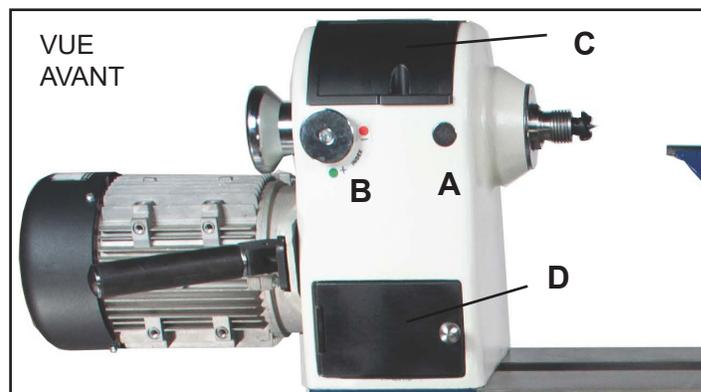

FIG. 13
NOTE : Le plateau (S) peut être livré préinstallé sur la broche de la poupée fixe. Si du tournage sur face ou de bol est fait, alors l'utilisation du plateau est requise. Pour retirer le plateau, desserrez les deux vis du moyeu arrière du plateau avec la clé hexagonale de 3mm. Dévissez-le ensuite de la broche (rotation antihoraire) à l'aide des deux clés de 38/46mm (N) ou avec une clé tout en pressant le bouton de blocage de la broche (voir page 13, Fig. 13, A).
A. LE BOUTON DE BLOCAGE DE LA BROCHE (FIG. 13, A) bloque la broche de la poupée mobile pour installer ou retirer des plateaux ou des mandrins. Pour utiliser, simplement appuyer sur le bouton qui insérera sa tige arrière dans l'un des 4 trous du disque de blocage de la broche (Fig. 16, E). Relâcher le bouton pour débloquer la broche et reprendre le travail.
B. CONTRÔLES D'INDEXATION DE LA BROCHE: (FIG. 13, B) La tige d'indexation sert à placer et maintenir la broche pour tailler avec précision des motifs espacés sur des pièces telles que des cannelures droites, des rainures, du perçage, de la sculpture, de la gravure, le traçage de designs et plus.
C. PORTES DE LA POUPÉE FIXE : (FIG. 13, C & D) Levez la porte du haut (C) pour accéder à la poulie d'entraînement et d'indexation, le lecteur de vitesse et le blocage de la broche (Fig. 16). Ouvrez la porte (D) pour accéder à la poulie du moteur (page 18, Fig. 31).